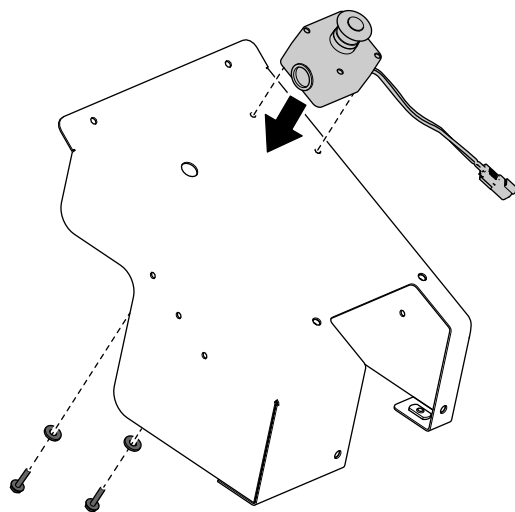

図 10
9. 先ほど外したストップボタンアセンブリをカバーに取り付ける図10。